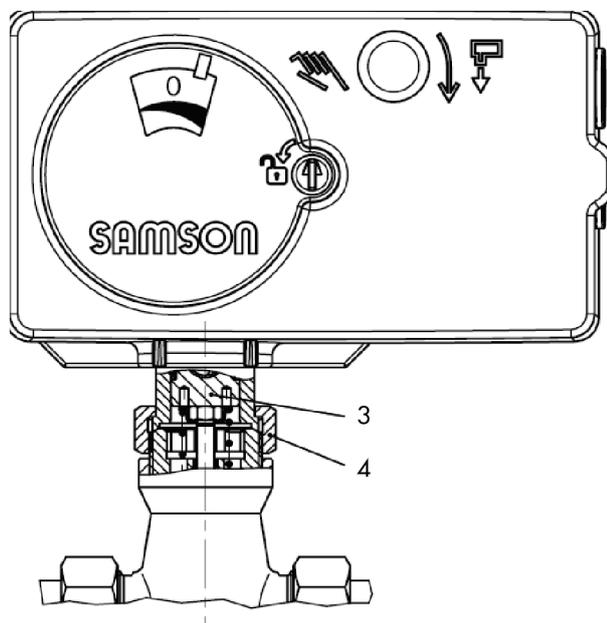
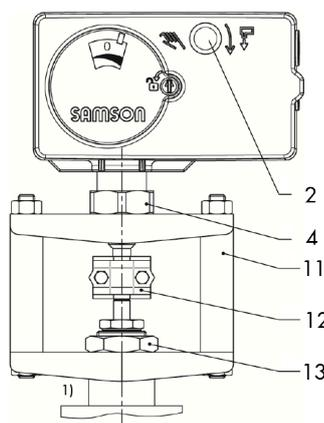

Fig. 8 : Montage K avec écrou à chapeau, p. ex. sur vanne type 3222
Fig. 9 : Montage F avec accouplement, par ex. avec l'arcade sur la vanne
En fonction de l'exécution de la vanne utilisée, le servomoteur se monte soit directement sur la vanne, soit sur une arcade (cf. Fig. 8 et Fig. 9).
5.4.1 Servomoteur sans fonction de sécurité**Montage K (cf. Fig. 8)**
Montage F (cf. Fig. 9)
3. Tirer la tige de clapet vers le haut jusqu'à la tige de servomoteur ou sortir la tige de servomoteur avec la commande manuelle (2).
4. Placer la noix d'accouplement (12), incluse dans les accessoires, aux extrémités de la tige de servomoteur et de la tige de clapet, puis la visser à fond.
5.4.2 Servomoteur avec fonction de sécurité**Montage K (cf. Fig. 8)****Fonction de sécurité en position « Tige de servomoteur sort »**